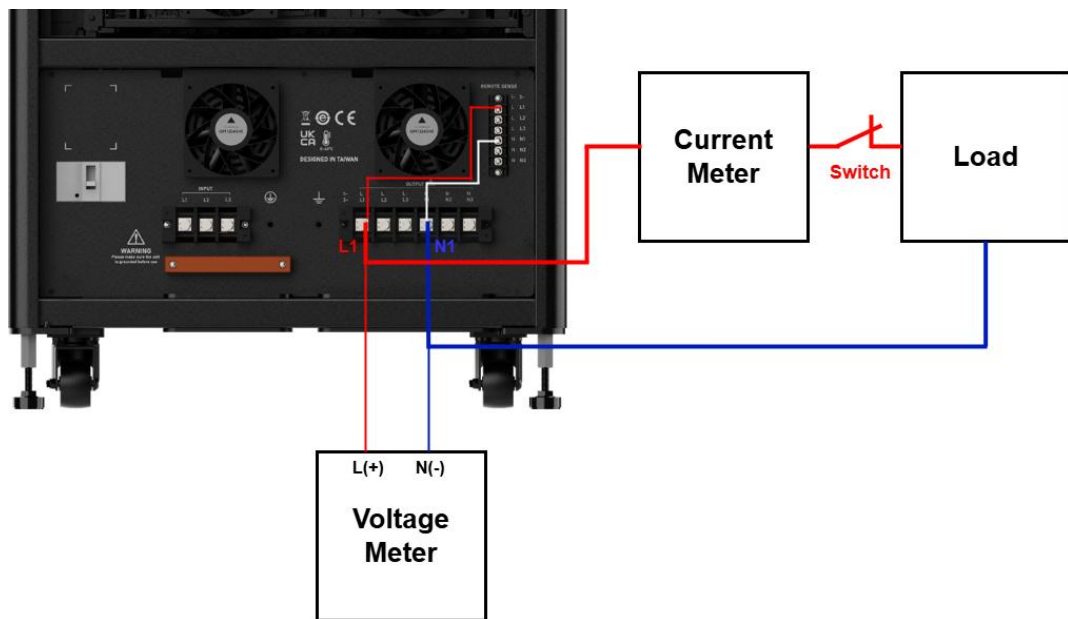

图 8-1 校准设备接线(L1/N1)示意图
在执行校准时，需准备高精度数字电压表(DVM)、电流表(DCA)或功率分析仪(Power analyzer)及合适负载，并依据仪器说明连接校准设备，连接方式可参考图 8-1。校准项目包括输出电压、输出电流，但无需同时执行三相校准，使用者可依需求选择其中一相进行独立校准，以确保各相输出的一致性与稳定性。此外，内建的校准参数可与标准测试设备进行比对，确保补偿精度，并透过软件进行数字化微调，进一步降低手动校准误差，提高整体测试可靠性。
- 图 8-1 所示的开关(Switch)主要用于电压校准过程中，确保负载完全断开，以避免影响校准结果。